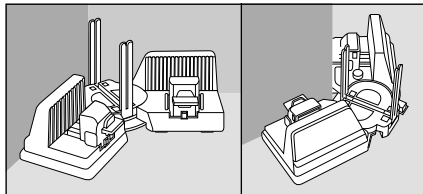

Fig. 4
- ◆ Læg produktet i eller om et hjørne for at måle den indvendige eller udvendige vinkel. De bevægelige arme **1** skal befinde sig langs væggen (se fig. 4).